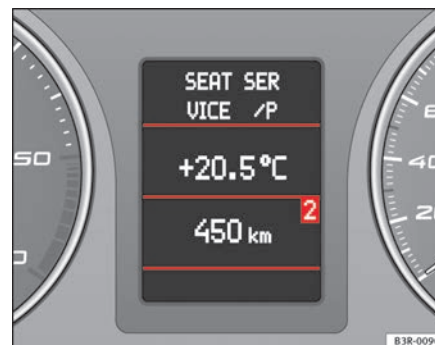

Fig. 65 Sistema de informação para o condutor
- Pressionando várias vezes a tecla **MODE** B altera-se entre os modos e estes visualizam-se no sistema informativo para o condutor ⇒ fig. 65.